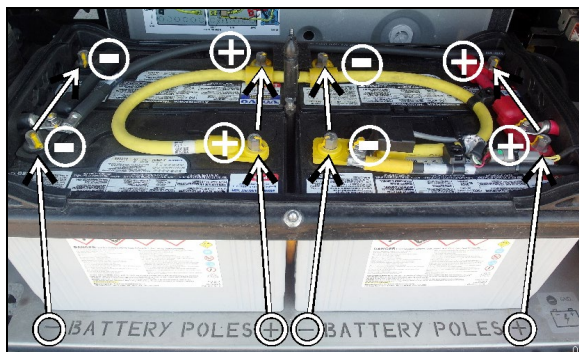

FIGURE 54: GROUPE DE BATTERIES INSTALLÉES
1. Pour éviter une installation inappropriée concernant l'agencement de la polarité des batteries, un signe (+) et un signe (-) ont été gravés dans le métal de la plateforme. Lors de l'installation, faire coïncider le pôle positif et le pôle négatif avec les signes correspondants de la plateforme. (Figure 54)